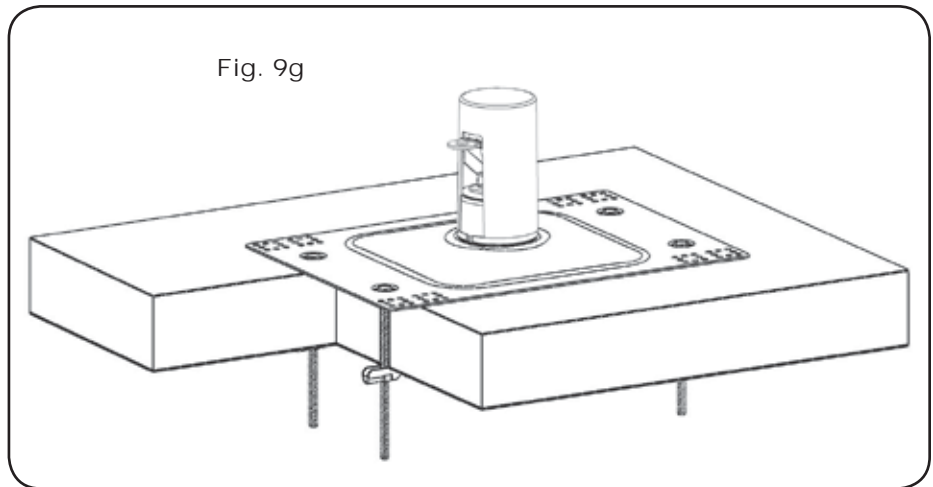

Fig. 9g
11. Une fois que le cabillot est entièrement monté et assis (voir fig. 9g et 9h), serrez à un couple d'environ 10 à 15 pi/lb (14-20 Nm). Répétez pour les trois autres assemblages de boulons à ailettes.